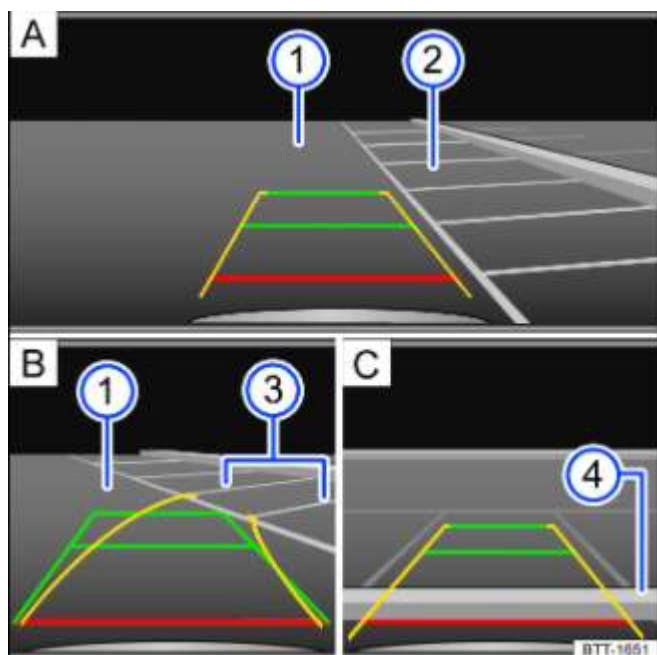

Fig. 129 Affichage à l'écran du système d'infodivertissement : manœuvre de stationnement avec la caméra de recul
- Positionnez le véhicule devant la place de stationnement → Fig. 129 Ⓐ ②.
- Braquez de telle manière que les lignes jaunes conduisent dans la place de stationnement. Les lignes vertes et jaunes doivent correspondre aux lignes de délimitation latérales → Fig. 129 Ⓑ ③.
- Lorsque la ligne rouge atteint la ligne de délimitation arrière → Fig. 129 Ⓒ ④, arrêtez le véhicule.